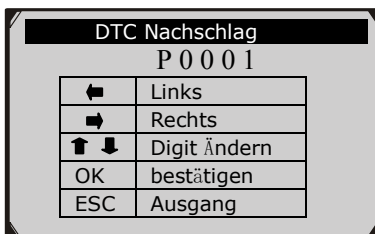

Abbildung 3.2
- 2) Von **DTC Nachschlags** Bildschirm, verwenden Sie die **LINKS/RECHTS** Taste um das gewünschte Zeichen zu bewegen, verwenden Sie die **AUF/RUNTER** Taste um ausgewählte Ziffer / Zeichen zu ändern, und drücken Sie die **OK** Taste zur Bestätigung. (Abbildung 3.2)